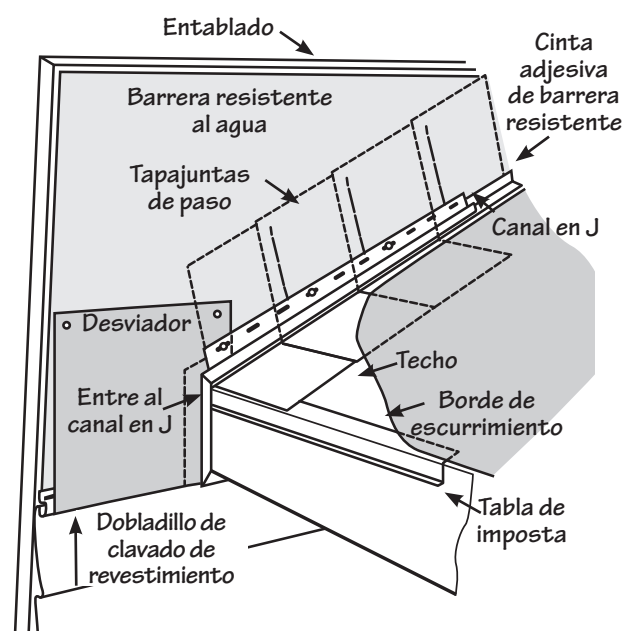

Figura 43.
- Corte una desviación de una hoja de aluminio, verificando que se coloque sobre el dobladillo de clavado de la última hilera horizontal completa (Figura 43). También verifique que el desviador se haya colocado dentro el bolsillo receptor del canal en J vertical y detrás de los dobladillos de clavado de los canales en J que siguen la línea del techo para el mejor drenaje.